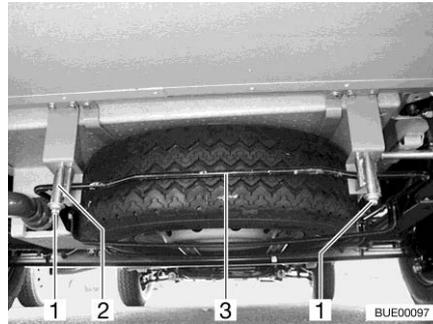

Fig. 202 Soporte para rueda de repuesto (cesto de alojamiento)
- Aflojar las tuercas (Fig. 202,1) de los ganchos izquierdo y derecho (Fig. 202,2) del soporte de la rueda de repuesto.
- Presionar estribo (Fig. 202,3) un poco hacia arriba. Al mismo tiempo tirar el gancho hacia abajo y desenganchar el estribo.